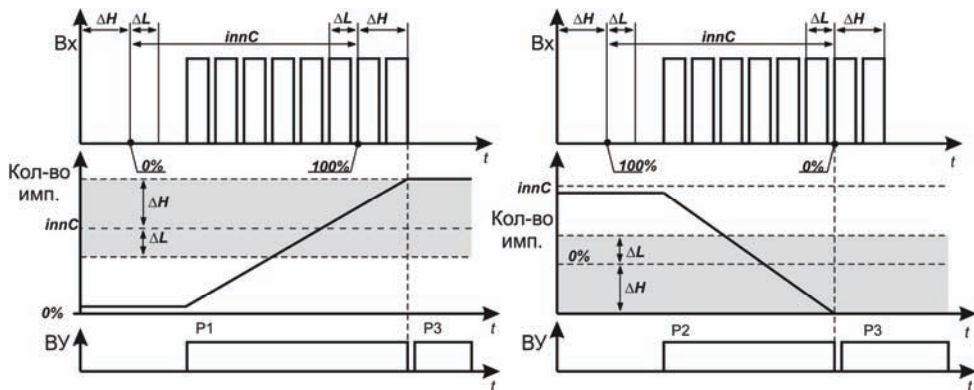

Рисунок 3.9
– холостой ход вала электропривода (проскальзывание) происходит, если значение счетчика превысило значение $innH$, а сигнал о превышении периода следования импульсов не поступил (см. рисунок 3.9, а – для открытия, б – для закрытия, $\Delta L = innC - innL$, $\Delta H = innH - innC$).